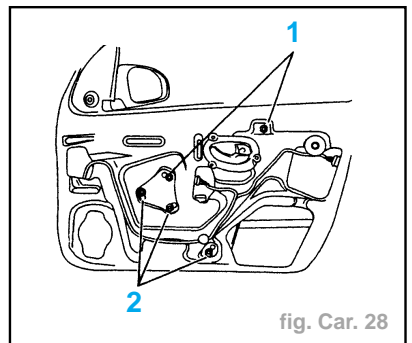

fig. Car. 28
- Déposer les fixations (1) (fig. Car. 28).
- desserrer les fixations (2),